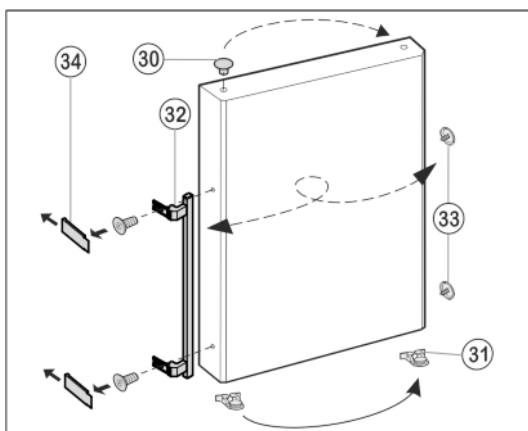

Fig. 11
- ▶ Vip proppen *Fig. 11 (30)* ud af dørlejbøsningen og flyt den.
- ▶ Afmonter dørhåndtag *Fig. 11 (32)*, prop *Fig. 11 (33)* og trykplader* *Fig. 11 (34)* og flyt dem til den modsatte side.